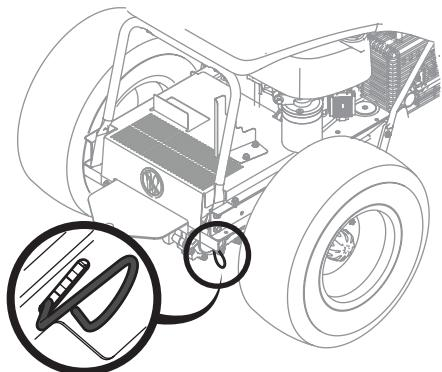

Figura 1
1. Acople las varillas de derivación de la transmisión para mover el tractor manualmente sin ponerlo en marcha. La varilla de derivación de la transmisión está ubicada en el interior del neumático derecho, cerca de la parte posterior del tractor. Acople la varilla de derivación tirando hacia afuera y hacia abajo. Consulte la Figura 1.
2. Después de mover el tractor, desacople la varilla de derivación levantándola y dejando que se vuelva a mover hacia adentro. Consulte la Figura 1.